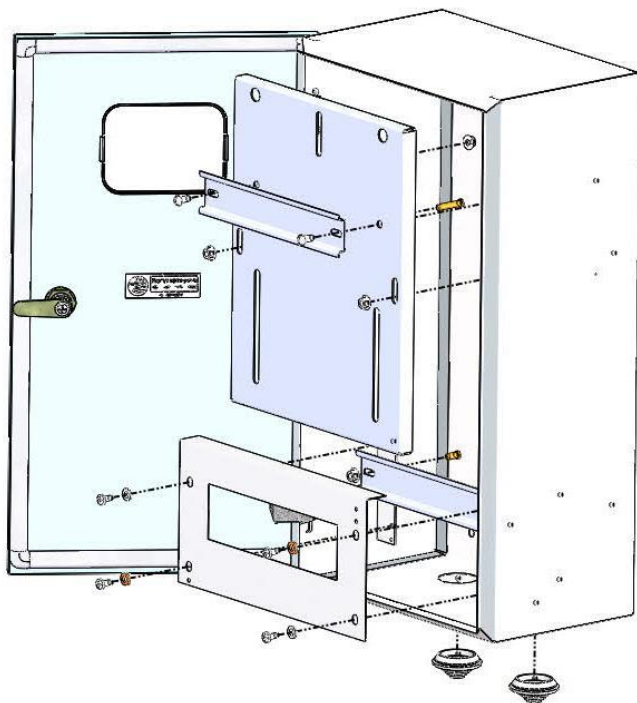

Рис. 2 Схема крепления фальш – панели, дин реек, монтажной панели.
2. Снять фальшь - панель, отвернув 4-е винта ST4,2 с шайбами (см. рис. 2);